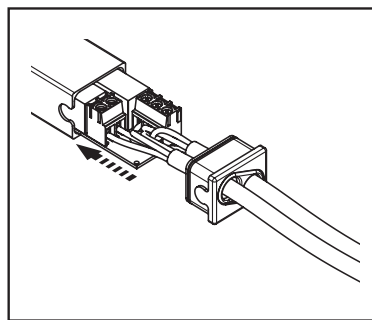

fig.6 Connexion des fils aux bornes
7. Poussez la carte à l'intérieur du boîtier, assurez-vous que la longueur dénudée du câble est entièrement à l'intérieur du boîtier (fig. 6).